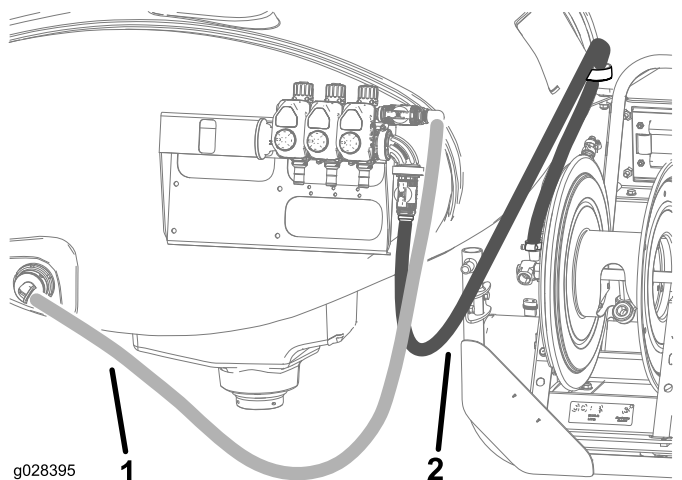

Bild 24
17. Verlegen Sie den Versorgungsschlauch der Schlauchtrommel, wie in Bild 24 gezeigt, und befestigen Sie ihn mit einer Schlauchklemme an der Schlauchtrommel.